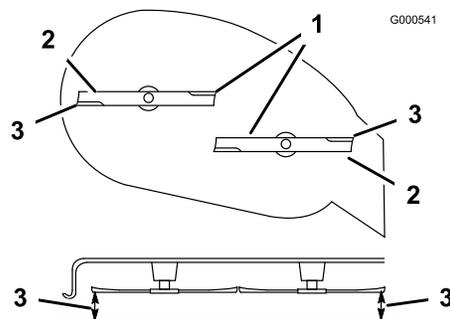

Figura 42
5. Gire cuidadosamente la(s) cuchilla(s) colocándola(s) perpendicularmente al sentido de avance de la máquina (Figura 42). Si hay una diferencia de más de 5 mm entre ambas dimensiones, se requiere un ajuste; siga con este procedimiento.
6. Mida entre los bordes de corte exteriores y la superficie plana (Figura 42). Si hay una diferencia de más de 5 mm entre ambas dimensiones, se requiere un ajuste; siga con este procedimiento.